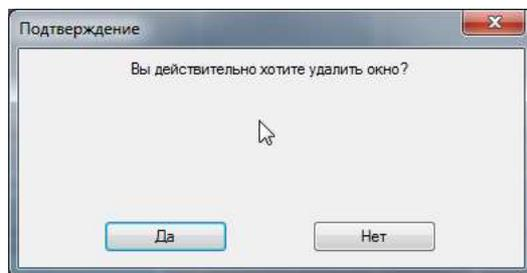

Рис.198. Окно подтверждения удаления.
2. Появится окно «Подтверждение» (см. рис. 198).